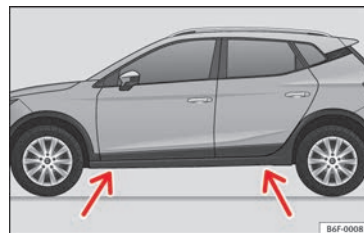

Fig. 82 Points de prise du cric.
- Recherchez sur le bas de caisse la marque du point d'appui du cric (zone renforcée) le plus proche de la roue à changer » » **fig. 82.**